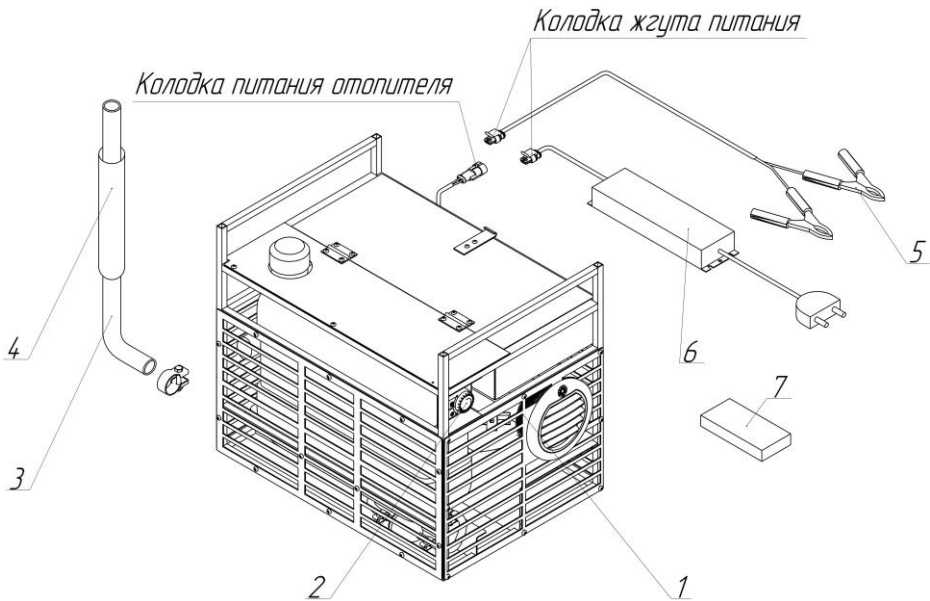

Рис.1 Отопитель воздушный переносной
2. Установить отопитель на ровную поверхность и собрать его согласно схеме (рис.1).
5. Подсоединить отопитель к электрической сети. Электрооборудование рассчитано на работу от сети 220В (колодка жгута питания с трансформатором, поз.6, подключается к колодке питания отопителя рис.1) или от аккумуляторной батареи 12В (путем присоединения колодки жгута питания (поз.5) к колодке питания отопителя, находящейся под крышкой корпуса отопителя и присоединения разъемов типа «крокодил» на аккумулятор 12В строго соблюдая полярность, красный «крокодил» на клемму «+», черный «крокодил» на клемму «-» ).